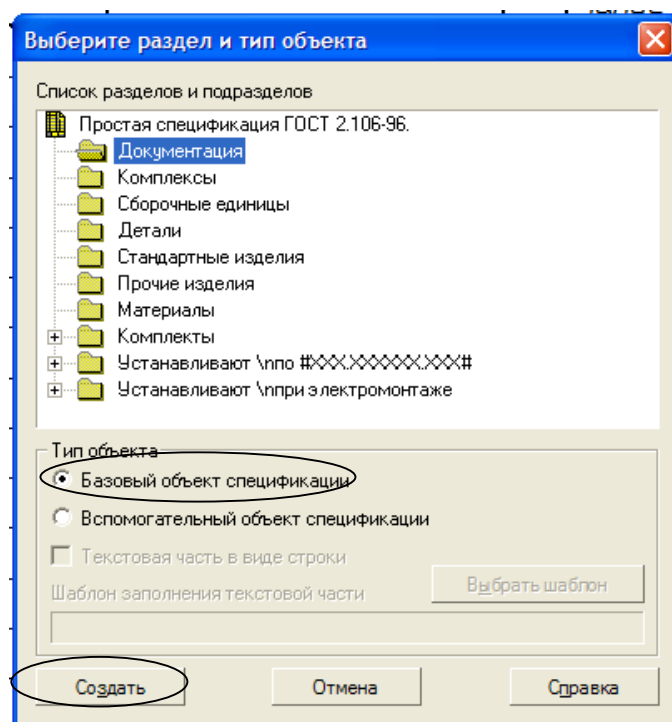

Рисунок 30. – Окно Выберите раздел и тип объекта
4. Кроме разделов «Детали» и «Стандартные изделия», в спецификации «Соединение болтом» должен присутствовать раздел «Документация». Для его добавления в спецификацию установите курсор в первую или вторую строку сверху. Активизируйте команду  **Добавить раздел** – откроется окно «Выберите раздел и тип объекта» (рисунок 30).